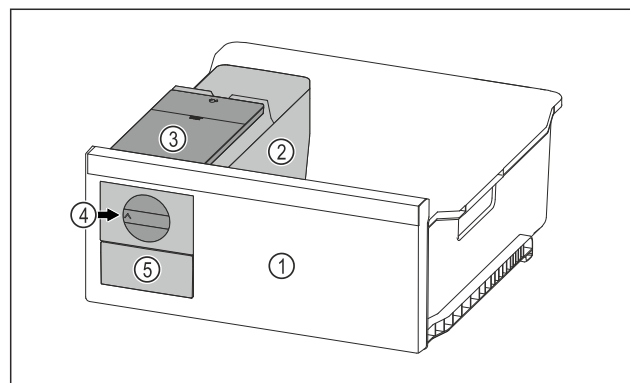

Fig. 108 Simbolična slika
- ▶ Vrtljivi gumb Fig. 108 (4) obrnite do konca v smeri urinih kazalcev.
- ▷ Kocke ledu iz posode za ledene kocke padajo v predal za ledene kocke Fig. 108 (5).